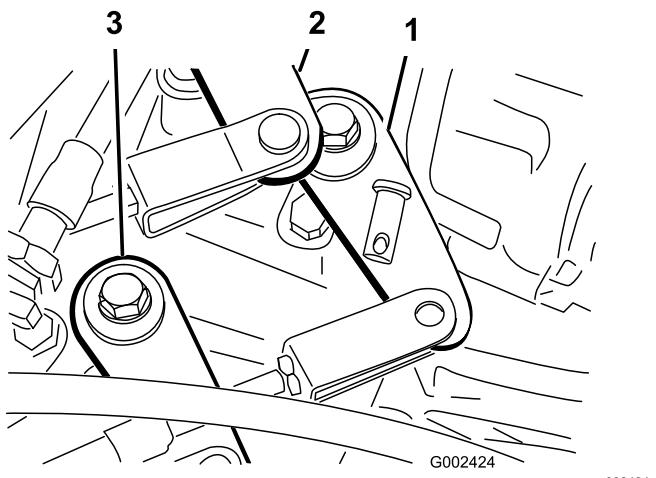

Figure 53
2. Enlevez les axes de chape qui fixent les câbles aux bras sélecteurs de la boîte-pont (Figure 53).
1. Enlevez l'axe de chape qui fixe le câble de gamme haute/basse à la boîte-pont (Figure 53).